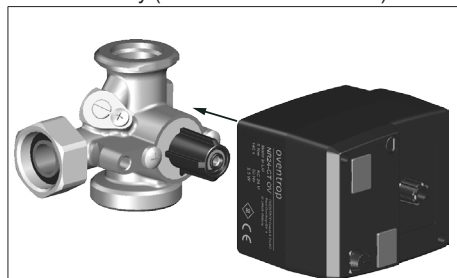

Abb. 4: Fitting of the actuator
4. Fit the actuator (position 3 in Abb. 1 auf Seite 19) to the adapter (see Abb. 4 auf Seite 22).